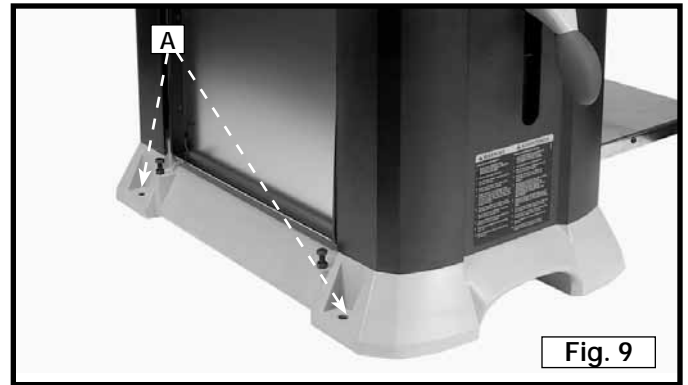

Fig. 9
⚠ ATTENTION : Durant le fonctionnement, si la raboteuse a tendance à basculer, à glisser ou à se déplacer sur la face d'appui, la fixer à celle-ci. Quatre orifices (deux des quatre orifices se trouvent à la (A) fig. 9), sont percés à cet effet.
Si vous fixez la raboteuse à un des socles d'accessoires (modèles 50-326 ou 50-322), aligner les quatre orifices pratiqués à la base de la machine, deux des quatre orifices (A) sont illustrés à la fig. 9, les quatre orifices se trouvent dans la partie supérieure du socle. Insérer les boulons de carrosserie à tête-embase dans les orifices pratiqués dans la raboteuse et son socle. Enfiler l'écrou à embase sur le boulon de carrosserie à tête-embase. Bien serrer.